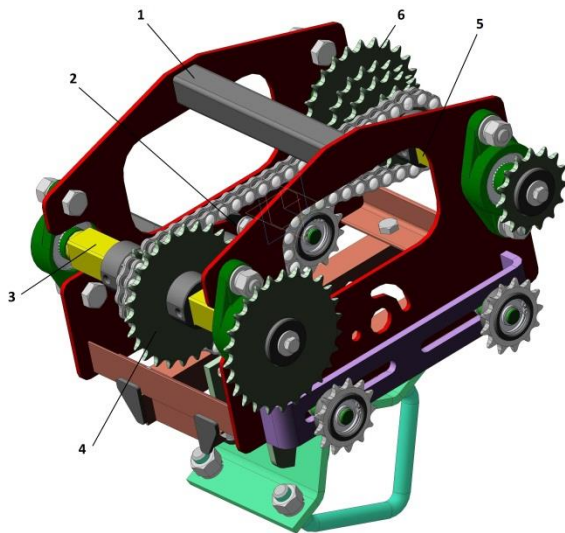

Рисунок 4 – Механизм передач
3.4 Цепной редуктор (рис. 4) крепится на раме и представляет собой сварной корпус 1 с натяжником 2. На ведущем валу редуктора 3 установлены ведущие звёздочки 4, на ведомом 5 – ведомые звёздочки 6. Пара звёздочек (ведущая и ведомая) соединены цепью